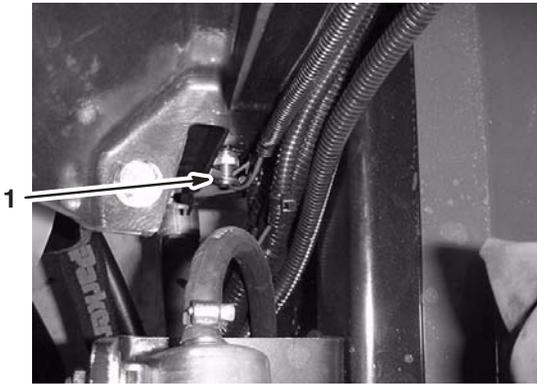

Bild 41
- Öffnen Sie den Ablass (Bild 41) und lassen Sie das Kühlmittel in die Wanne ablaufen.